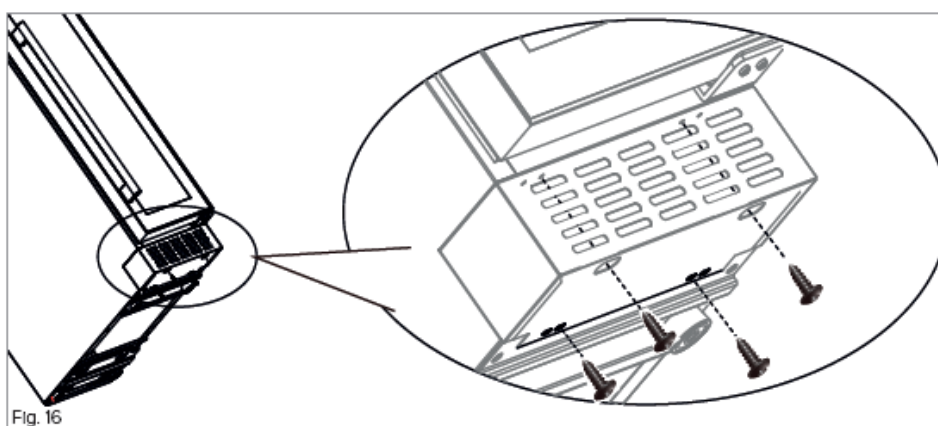

Fig. 16
6. Proponga la base, asegurándose de que esté en la misma dirección que la Fig. 16. Luego, con un destornillador (punta magnética), inserte dos de los tornillos de fijación negros en los orificios de acceso ovalados (que se muestran en la Fig. 16) y apriételos.
7. Instale un tornillo (con una punta negra) en cada uno de los dos orificios inferiores (que se muestran en la Fig. 16). Este tornillo fijará la base debajo del enfriador de vino.